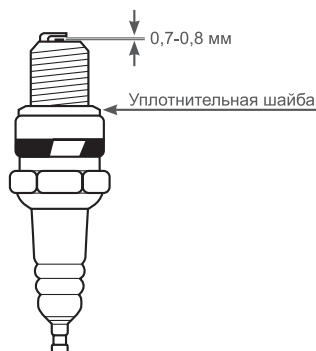

Рис. 14 Зазор между электродами свечи зажигания
4. Измерьте зазор между электродами свечи зажигания специальным щупом. Зазор должен быть 0,7-0,8 мм (Рис.14). При увеличении, или уменьшении требуемого зазора, рекомендуется заменить свечу, так как регулировка зазора может привести к изменению качества искрообразования.